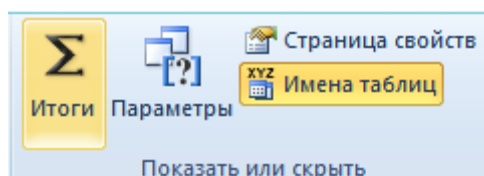

Рисунок 73– Вызов *Итоги*
2. Откройте панель *Конструктор* и выберите в разделе *Показать или скрыть – Итоги* (рисунок 73).